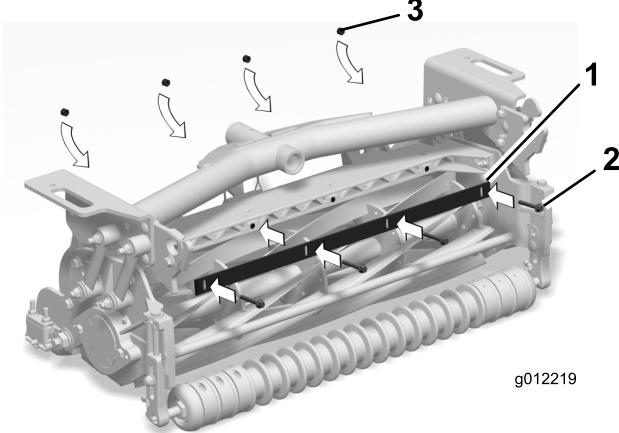

図 7
3. カットオフバーをカッティングユニットのフレームに仮止めするボルト $\frac{1}{4}$ x 1 $\frac{3}{4}$ インチ4本とロックナット $\frac{1}{4}$ インチ4個を使用する図 7。
- 5. ボルトとロックナットを締めつける図 7。